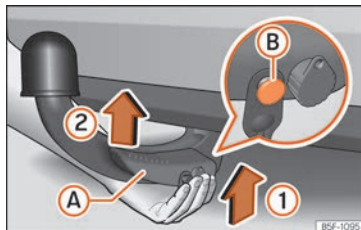

Abb. 301 Anhängerkupplung anbringen Schritt 1
- Die Anhängerkupplung **von unten** und der Pfeilrichtung » Abb. 301 ① folgend in die deren Aufnahme einsetzen, bis sie hörbar einrastet » △.
Der Hebel »» **Abb. 301** (A) dreht sich **automatisch** in Pfeilrichtung (2) nach oben und der Entriegelungsbolzen (B) kommt heraus (sein rot-grüner Teil ist sichtbar) »» ⚠.
- Beim Befestigen der Anhängerkupplung nicht mit den Händen in den Hebel fassen, um ein Einklemmen der Finger zu vermeiden »» **Abb. 301** (A).